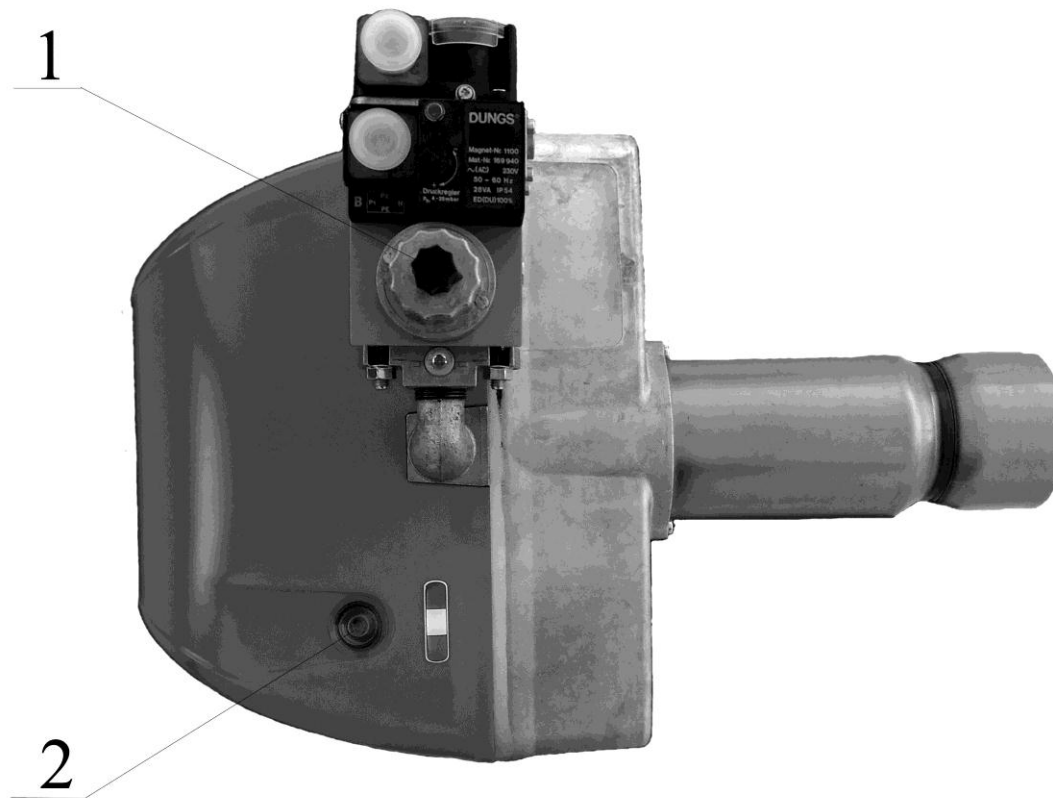

Рисунок 6 – Горелка
10.2.2 Горит красным цветом. Для определения причины остановки горелки необходимо нажать на индикатор (кнопку разблокировки горелки) (рис.6, поз.2) в течении 5 секунд и сосчитать количество миганий. Количество миганий соответствует коду ошибки. Расшифровка кодов ошибок представлена в таблице 4, «Таблица кодов ошибок».